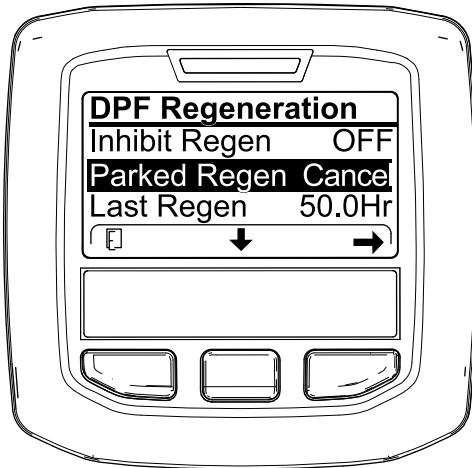
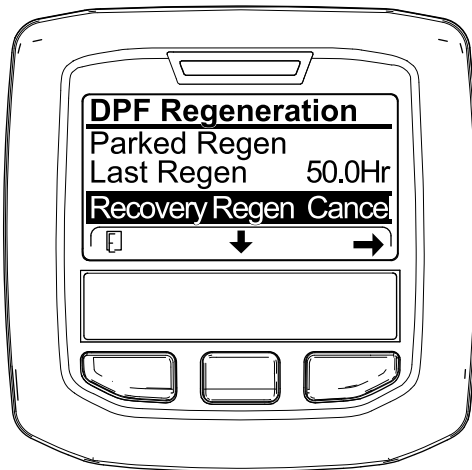

Figura 65
Figura 66
1. Acceda al menú DPF Regeneration (Regeneración de DPF) (Figura 65).
2. Pulse el botón central para desplazarse hacia abajo, hasta la opción PARKED REGEN CANCEL (Cancelación de regeneración con máquina aparcada) (Figura 65) o la opción RECOVERY REGEN CANCEL (Cancelación de regeneración de recuperación) (Figura 66).
3. Pulse el botón derecho para seleccionar la opción Regen Cancel (Cancelación de regeneración) (Figura 65 o Figura 66).